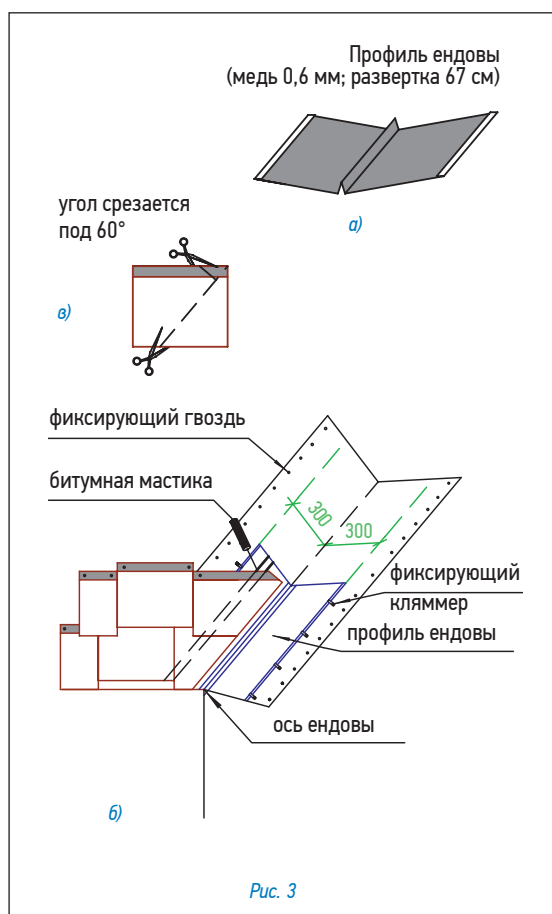

Рис. 3
Ендова (рис. 3)
- ровно по центру ендовы устанавливается профиль ендовы (медь 0,6 мм, развертка 67 см) (рис. 3а);
Внимание: 1. Необходимо также подрезать верхний уголок обрезанного края листа (см. рис. 3а) для правильного стока воды.